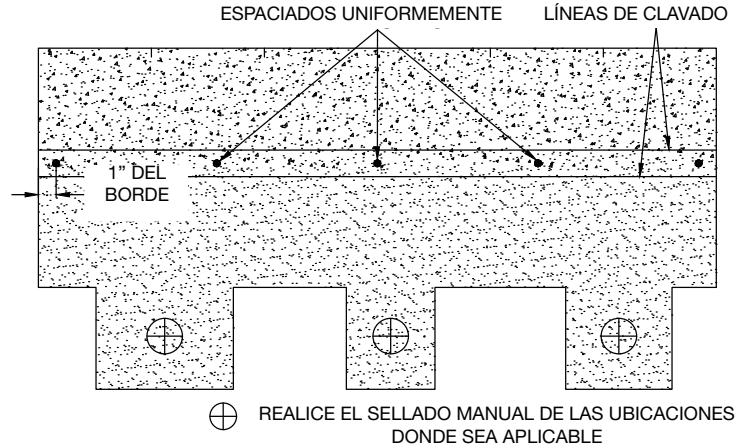

Figura 6 - Patrón de sujeción de 5 clavos y ubicaciones de pegado manual
Patrón de clavado: utilice cinco (5) sujetadores por cada teja, uniformemente espaciados en la teja y colocados dentro del *área de clavado alta* definida por las *líneas de clavado* paralelas. Asegúrese de que los sujetadores exteriores estén aproximadamente a 1" (25 mm) de cada borde (vea la Figura 6).
Para el sellado manual de una teja de diseño Windsor®, aplique un toque del tamaño de una moneda de cemento asfáltico para techos conforme a ASTM D4586 bajo cada pestaña de teja, y presiónelas firmemente contra el cemento (vea la Figura 6).